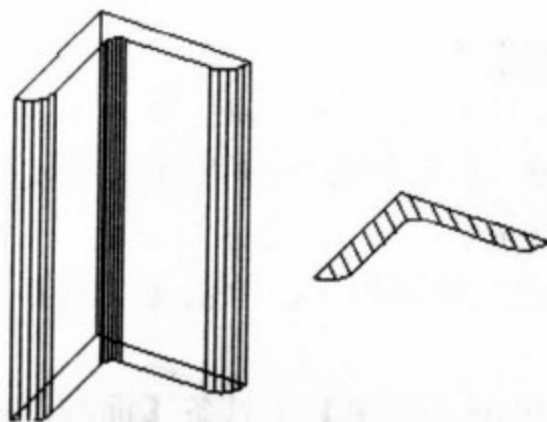

图 7-34 移出断面图形
(6) 单击【修改】工具条【移动】命令按钮 , 执行移动命令, 将断面图形移出, 如图 7-34 所示。
(7) 在二维环境下, 单击【绘图】工具条【图案填充】命令按钮 , 弹出【边界图案填充】对话框, 选择剖面线类型为“ANSI31”, 将断面图打上剖面线, 再返回三维环境, 如图 7-34 所示。